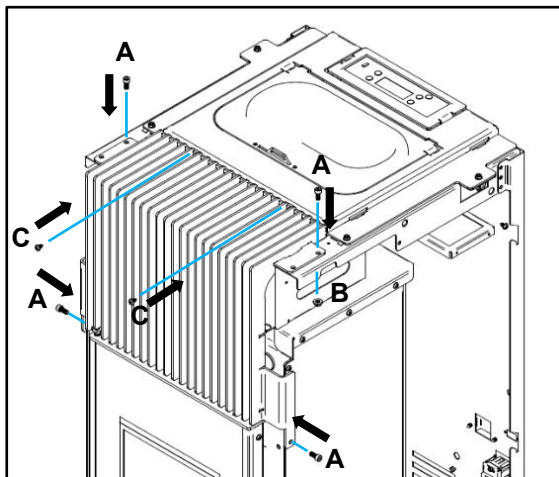

Figure 35 - Installation de la grille avant
c) Fixer la partie supérieure de la grille avec deux vis de réglage C (DIN 7981 4,2x9,5) sur le couvercle précédemment installé, puis fixer les deux vis A (M5x12 DIN 912) à l'aide des écrous B (écrous M5 DIN 6923), puis fixer les deux vis A (DIN 912 M5x12) directement sur le corps de la machine, comme le montre la Figure 35.